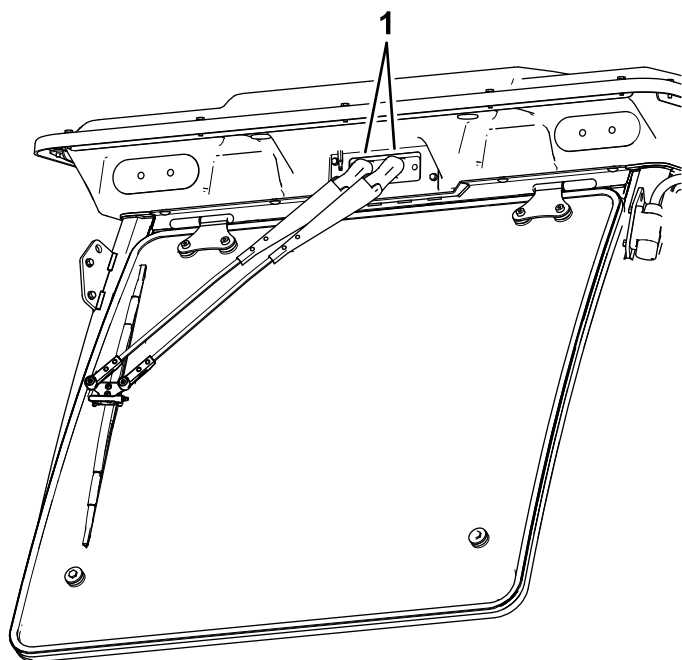

図 87
1. ワイパーアーム上部のキャップを開ける **図 87**。